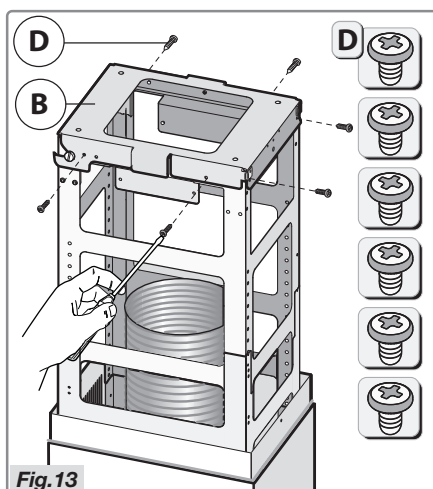

Fig.13
- **Attention !** Fixez directement la hotte sur le collier **B** avec les 6 vis **D** (Fig. 13).